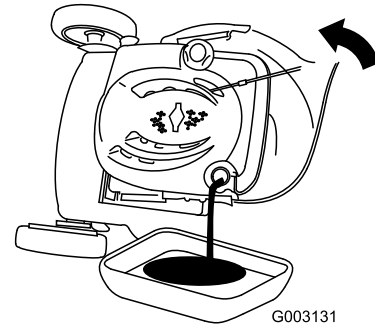

Figure 37
3. Ponga el cortacésped de lado (con el filtro de aire hacia arriba) para drenar el aceite usado a través del tubo de llenado de aceite (Figure 37).